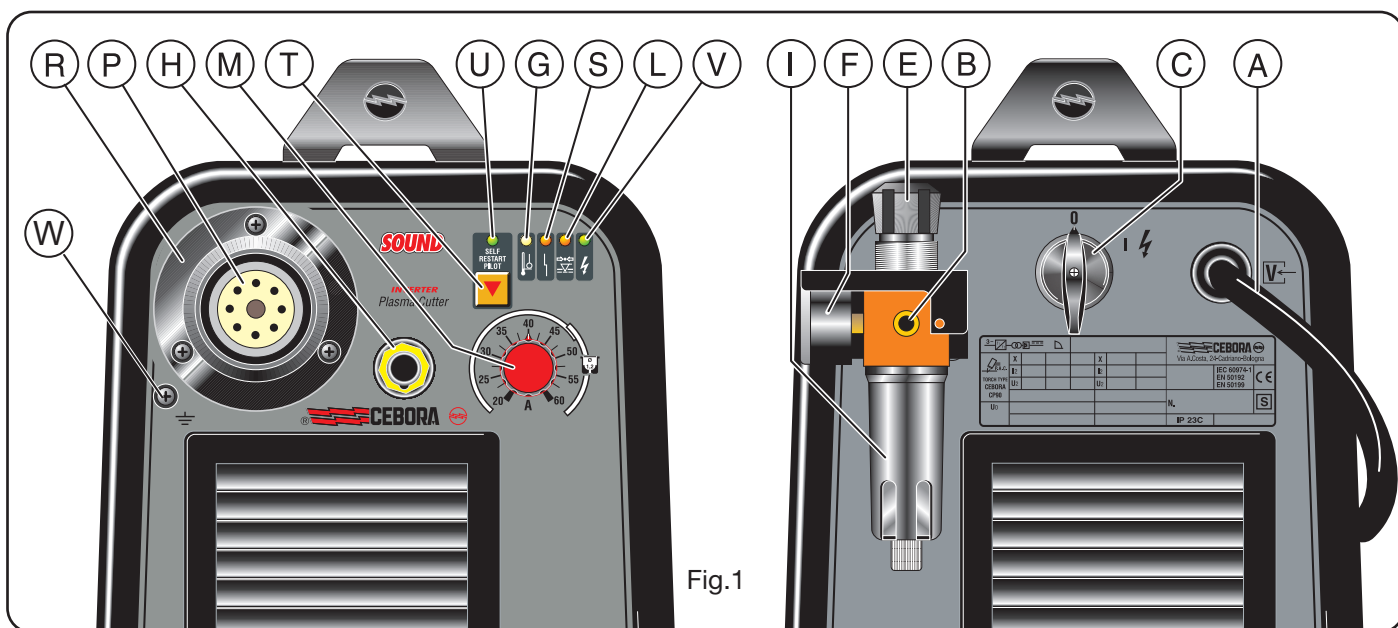

Fig.1
### 2.1 MONTAGEM DA TOCHA (Fig. 1)
1) Para evitar sobrecargas. É evidenciado pelo acendimento contínuo do sinalizador **G** (veja fig.1).
Colocada na alimentação da tocha para evitar que a pressão de ar seja insuficiente. É evidenciado pelo acendimento do sinalizador **L** (veja fig.1).